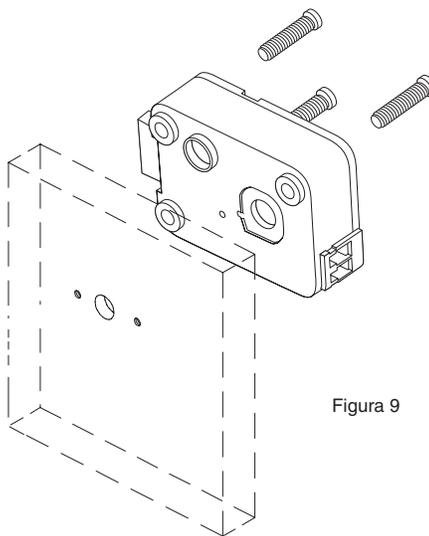

Figura 9
4. Montare la serratura con le tre viti US 1/4-20 (metriche M6X1). La coppia consigliata per le viti di montaggio alla serratura a chiavistello oscillante è di 30 in./lbs. (3,4 N•m) (figura 9).